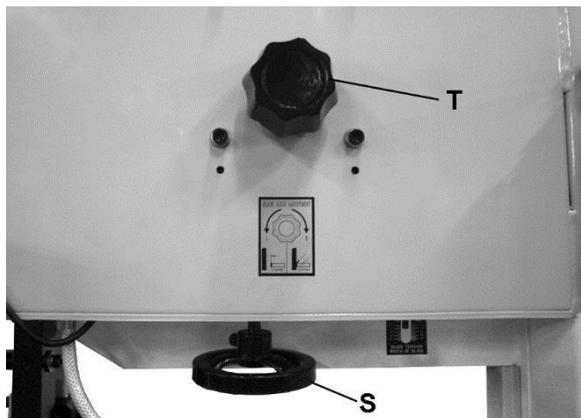

Figure 5
Manivelle de tension de la lame (S, Figure 5) – Placée sous le cadre supérieur. Tourner dans le sens horaire pour tendre la lame, dans le sens antihoraire pour détendre la lame.
Bouton d'alignement de la lame (T, Figure 5) – Placé en haut sur la partie arrière de la scie. Tourner dans le sens horaire pour aligner la lame vers l'avant du volant. Tourner dans le sens antihoraire pour aligner la lame vers l'arrière du volant.
3. Pour tendre la lame, tourner la manivelle (S, Figure 5) dans le sens horaire. Pour détendre la lame, tourner la manivelle dans le sens antihoraire.